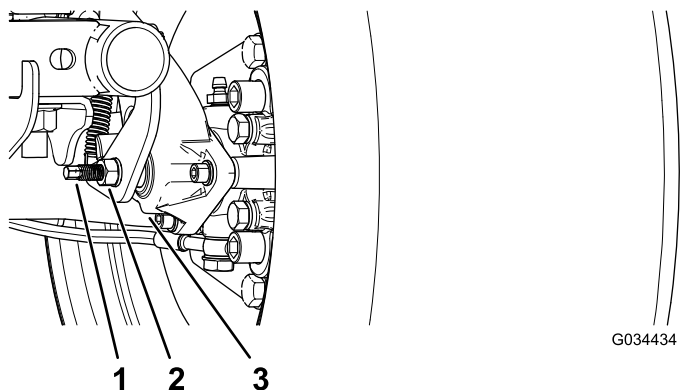

Figura 62
3. Utilizando duas chaves, segure ajustando o poste na pinça em posição com uma chave e desaperte a porca de retenção cerca de 1/4 de volta com outra chave (Figura 62).
4. Enquanto segura o polo de ajuste e a porca de retenção no lugar, rode o polo de ajuste para apertar (Figura 62).
5. Enquanto segura o polo de ajuste e a porca de retenção no lugar, afaste cerca de 1/4 de volta (Figura 62).
6. Enquanto segura o polo de ajuste e a porca de retenção no lugar, aperte a porca de retenção (Figura 62).